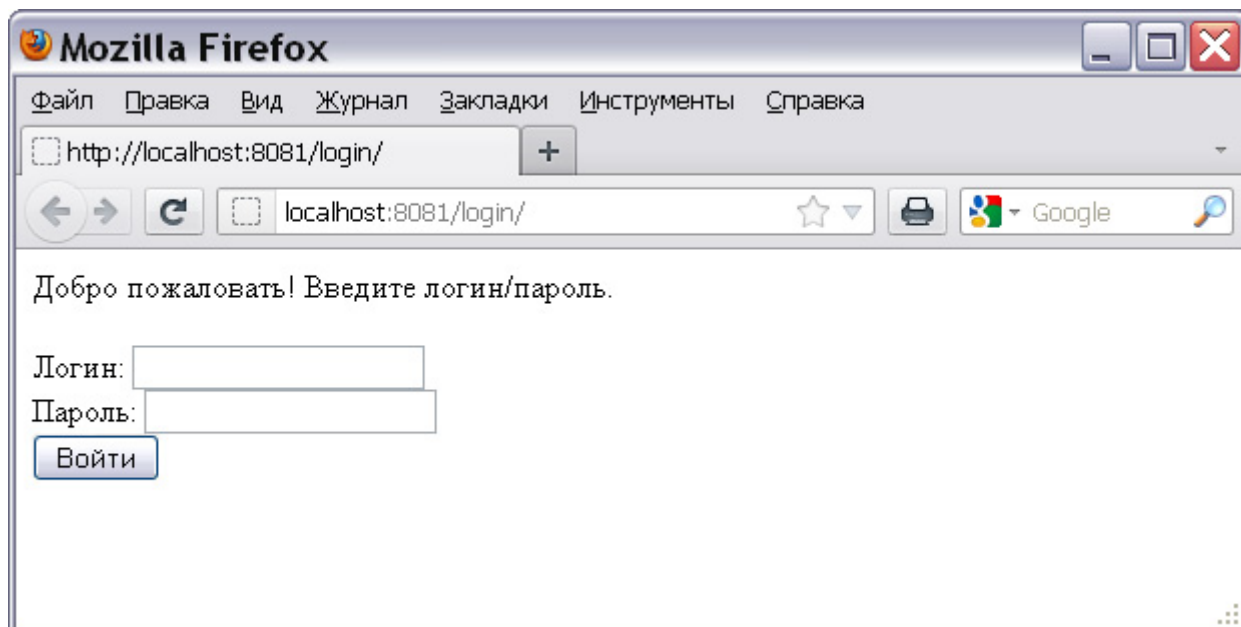

Рис. 1
1. Запустите web-браузер, например Mozilla Firefox. Укажите имя сервера и при необходимости порт (Рис. 1).